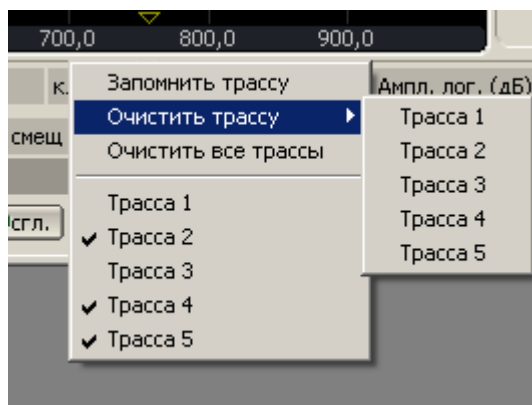

Рисунок 11.2. Меню памяти трасс.
- 11.9 Кнопки «пам.» включают память трасс. Трасса запоминается по завершении текущего частотного сканирования. Количество запоминаемых трасс ограничено 10-ю в каждом канале индикации. Меню памяти трасс вызывается щелчком правой кнопки мыши над кнопкой «пам.» (рисунок 11.2.).